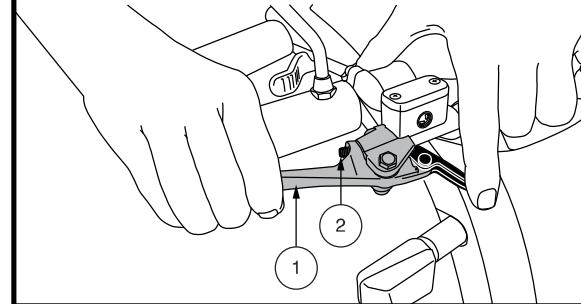

Figura 2. Leva del freno a mano
NOTA: l'efficacia del freno a mano, ovvero la velocità con cui si preme la leva del freno a mano per arrestare lo veicolo, può essere modificata serrando o allentando la vite di fissaggio situata sulla leva del freno a mano. Vedere figura 2.
1. Individuare le leve nella parte posteriore della base elettronica. **Vedere figura 2.**